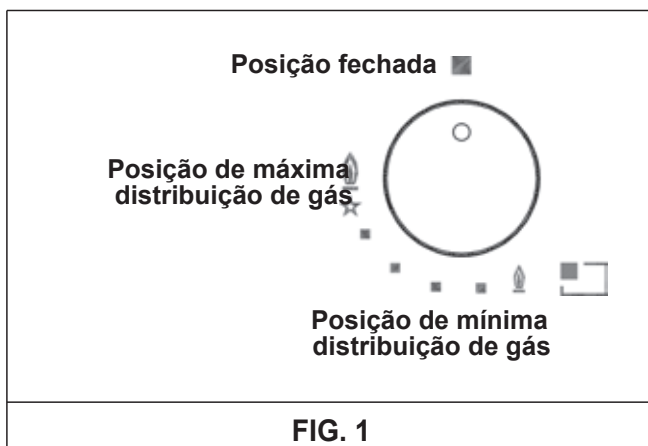

FIG. 1
Prima e gire o botão correspondente ao queimador a utilizar para a esquerda até à posição de Máximo (chama grande fig. 1) e aproxime um fósforo aceso perto do queimador.
Prima e gire o botão correspondente ao queimador a utilizar para a esquerda levando-o até à posição de Máximo (chama grande fig. 1) e prima o botão a fundo.
No caso de queimadores equipados com termopar de segurança, deve-se girar o botão correspondente ao queimador a utilizar para a esquerda até à posição de Máximo (chama grande fig. 1) e até se aperceber uma ligeira paragem; nesta altura prima o botão e repita as operações indicadas anteriormente.
- Quando entre em ebulição, colocar o botão no Mínimo (chama pequena fig. 1).
- o acendimento dos queimadores com termopar de segurança só pode ser feito quando o botão estiver na posição de Máximo (chama grande fig. 1).**